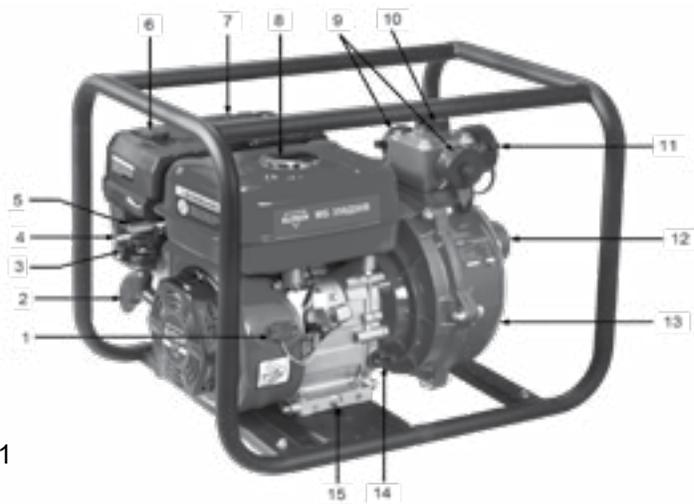

Рис. 1
5. Заполните помпу водой через заливное отверстие 10 (рис. 1).
3. Переведите выключатель зажигания 1 (рис. 1) в положение ON (ВКЛЮЧЕНО)
5. Медленно потяните за рукоятку ручного стартера 2 (рис. 1) до появления ощутимого сопротивления, затем резко дерните рукоятку на себя и, не отпуская, плавно верните ее в исходное положение. Если двигатель не запустился, повторите действие еще раз, пока двигатель не запустится.